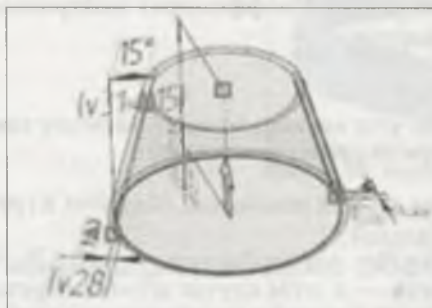
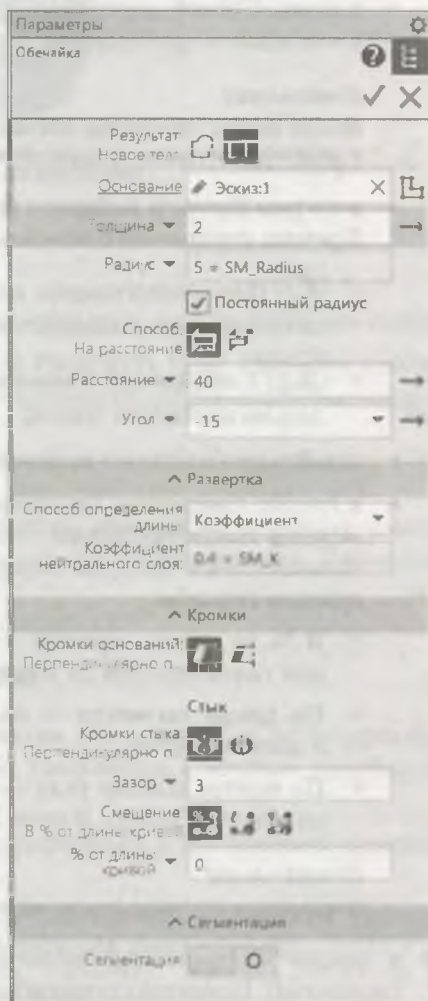

Рис. 29.48. Фантом обечайки
Рис. 29.49. Панель
- ◆ вызовите команду **Обечайка** — система построила фантом обечайки (рис. 29.48). На панели **Параметры: Обечайка** (рис. 29.49) задайте следующие параметры: